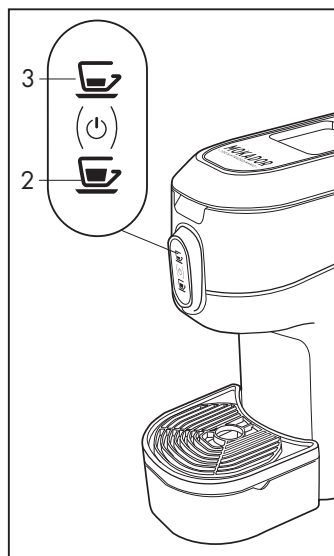

Fig. 4
- Accendere la macchina premendo uno dei simboli (2) o (3) o contemporaneamente i 2 simboli (2) e (3) (**Fig.4**). I simboli (2-3) lampeggeranno ad intermittenza, fino al raggiungimento della temperatura; quando i simboli (2-3) si illuminano in modo fisso, la macchina è pronta per l'uso.
Per utilizzare nuovamente la macchina premere un simbolo erogazione (2-3) ed attendere il riscaldamento: i simboli di erogazione (2-3) lampeggeranno ad intermittenza, fino al raggiungimento della temperatura; quando i simboli (2-3) si illuminano in modo fisso, la macchina è pronta per l'uso. (**Fig.4**).
La macchina può essere spenta premendo e tenendo premuto contemporaneamente per 3 secondi i simboli (2-3) (**Fig.4**)
- Controllare che non ci siano capsule all'interno della macchina e che ci sia acqua nel serbatoio (8); accendere la macchina premendo uno dei simboli (2-3) o contemporaneamente i 2 simboli (2-3) (**Fig.4**)